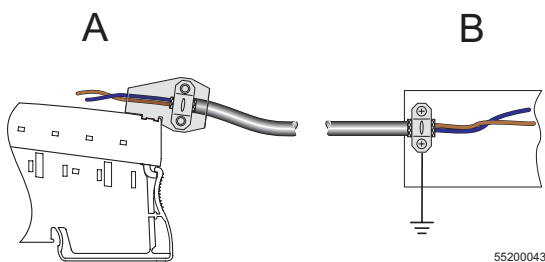

Abb. 4 Anschluss von analogen Sensoren über eine mehradrige Sammelleitung
Schließen Sie die analogen Sensoren **grundsätzlich** mit paarig verdrehten und geschirmten Leitungen an (siehe Abb. 4).
- Setzen Sie den Außenmantel der Sammelleitung an der erforderlichen Stellen ab und schließen den Schirm über die Schirmanschlussschelle des Schirmsteckers an der Inline-Klemme an (siehe A in Abb. 4).
- Führen Sie die Sammelleitung an die Sensoren (siehe B in Abb. 4).